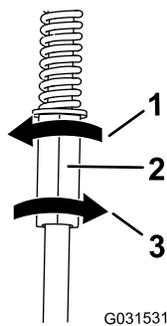

Figura 65
4. Rode a barra de controlo de elevação em incrementos de um quarto de volta até que máquina se desloque a direita (Figura 65).